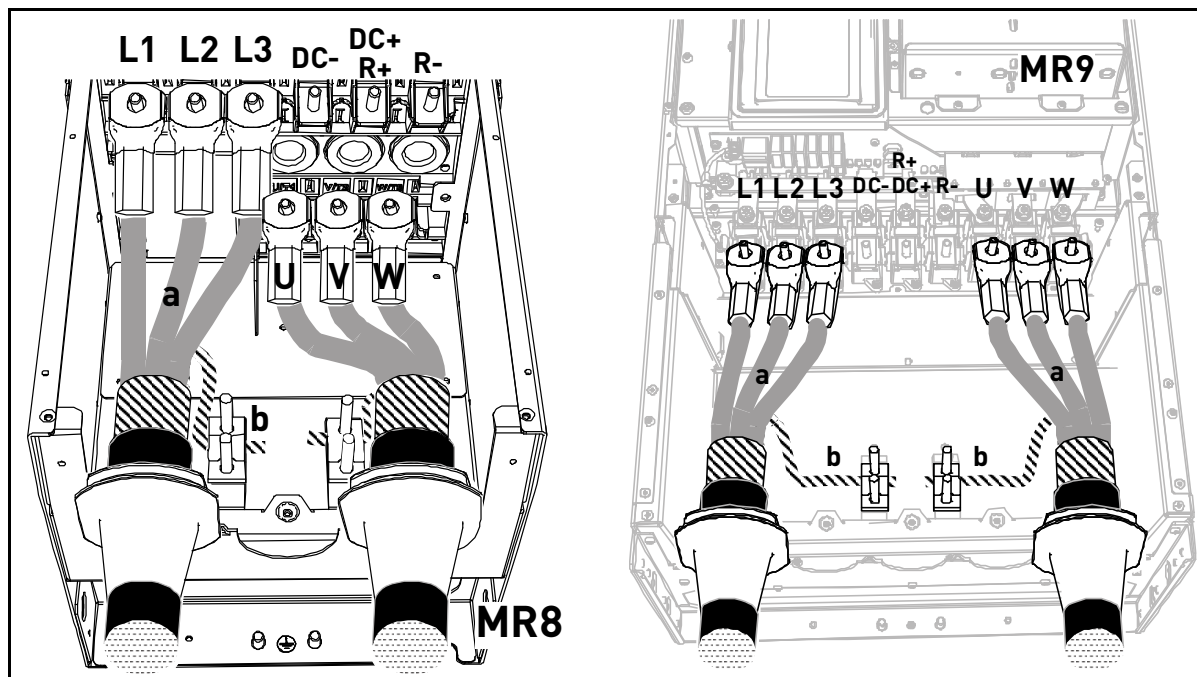

Рисунок 39.
- Оставшиеся части экранов всех кабелей скрутите в "косички" и присоедините к заземлению, как показано на Рис. 39 (b), с помощью зажима из пакета с дополнительными принадлежностями.